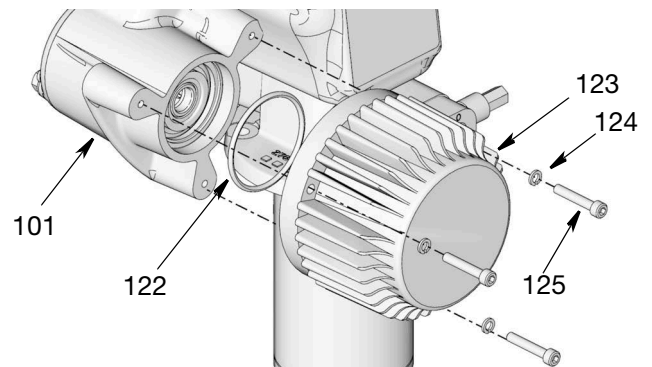

图 58
- 卸下将电机 (123) 固定到齿轮箱壳体 (101) 的螺丝 (125) 和垫圈 (124)。拆除电机。检查 O 形圈 (122) 是否随电机拆下 (图 58)。